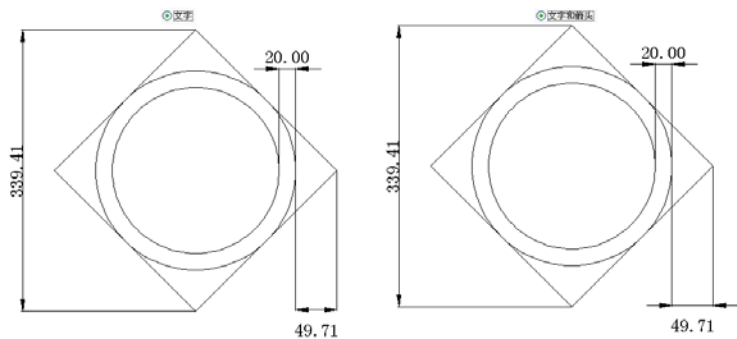

图 9.44 选择**【文字】**和**【文字和箭头】**单选按钮
- **【文字】** 单选按钮：选中此单选按钮，按以下方式放置尺寸文本和箭头：如果空间允许，把尺寸文本和箭头都放在两尺寸界线之间；否则把文本放在尺寸界线之间，把箭头放在外面；如果尺寸界线之间的空间放不下尺寸文本，则把文本和箭头都放在外面，如图 9.44 左图所示。
- **【文字和箭头】** 单选按钮：选中此单选按钮，如果空间允许，把尺寸文本和箭头都放在两尺寸界线之间；否则把文本和箭头都放在尺寸界线外面，如图 9.44 右图所示。